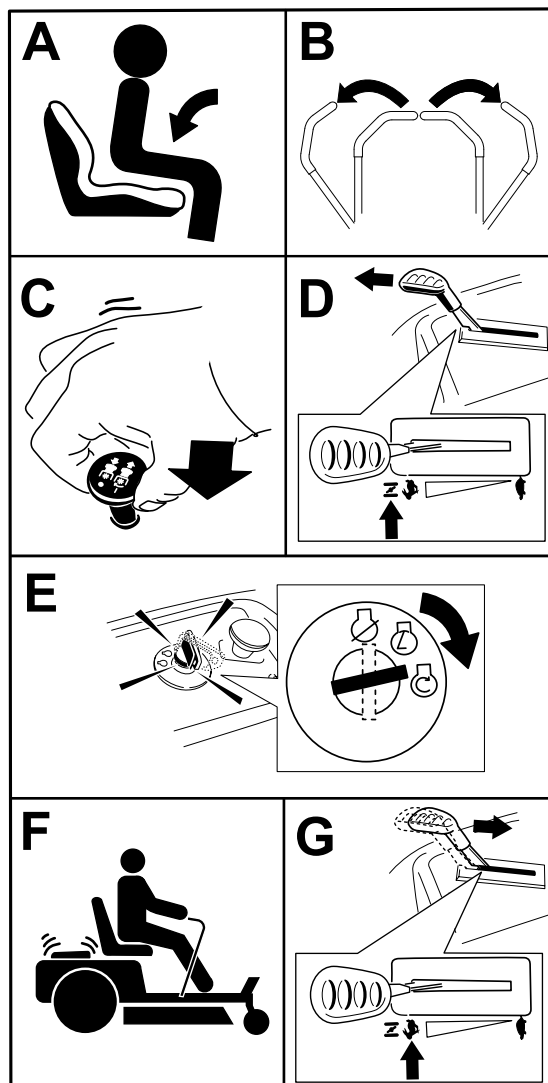

Figure 23
**Remarque:** Vous devrez éventuellement maintenir le levier contre la butée, à la position starter, pendant que vous tentez de démarrer le moteur (Figure 23).